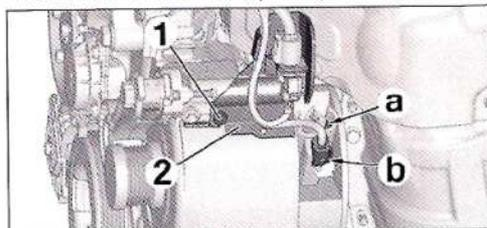

FIG. 11
- Desmontar el tornillo (1) y el soporte (2) (Fig.11).